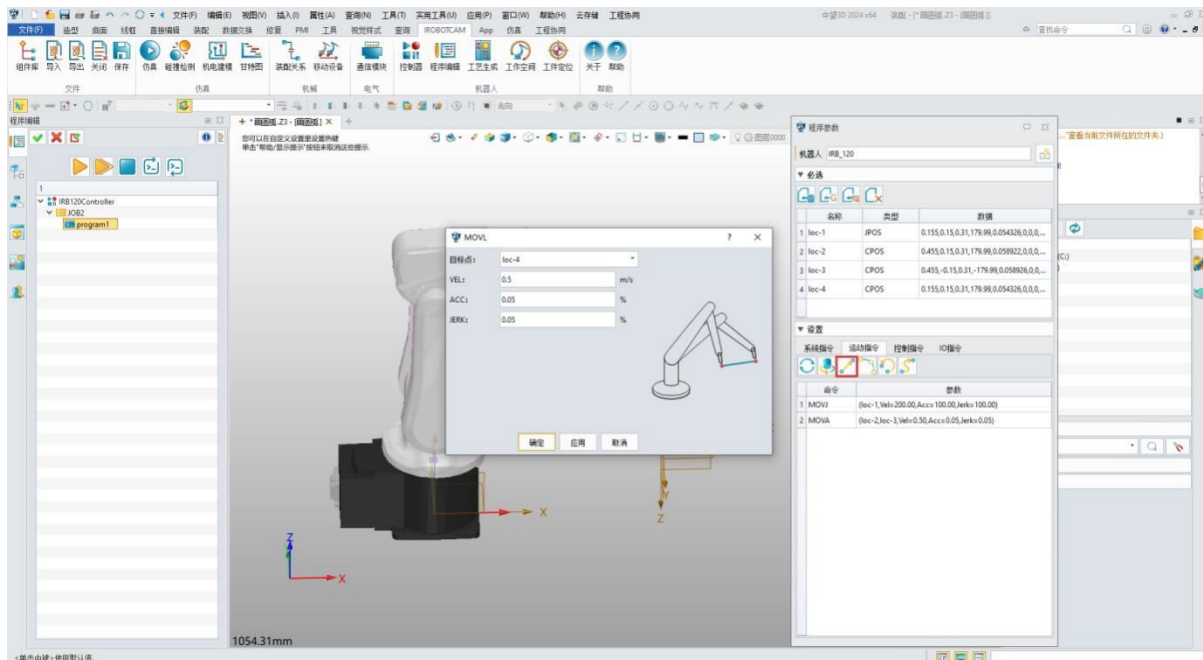

图 9-12: MOVL
- 编辑所选程序: 在 "程序编辑" 窗口中, 右键单击 "program1" 并选择 "编辑程序" 打开程序参数界面。(图 9-12)